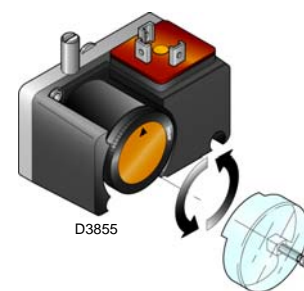

Fig. 24
- Régler le pressostat pour le contrôle d'étanchéité (Kit PVP) (Fig. 24), si présent, conformément aux instructions fournies avec le Kit.